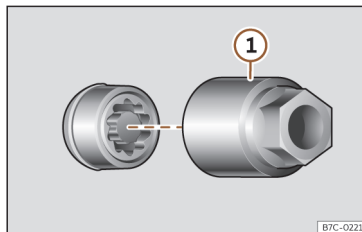

Fig. 247 Parafuso antirroubo com capa de proteção e adaptador.
- Encaixe o adaptador especial >>> Fig. 247 (1) (ferramenta de bordo >>> Página 353) no parafuso antirroubo da roda até ao limite.